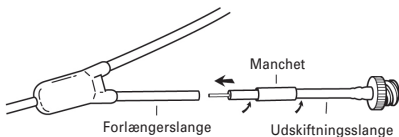

Fig. 12
3. Enden på udskiftningsslangen er udstyret med en præladet metalkanyle. Metalkanylen skydes ind i forlængerslangen med en skruende bevægelse, indtil udskiftningsslangen er ca. 2-3 mm fra forlængerslangen (fig. 12).